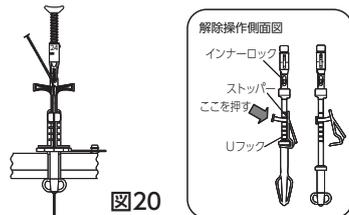

図20
- オブチュレータのストッパーをスライドさせ、ボタンの内部バンパを還元させる。（図20）インナーロックでボタンの内部バンパを還元させると、インナーロックが破損する可能性がある。